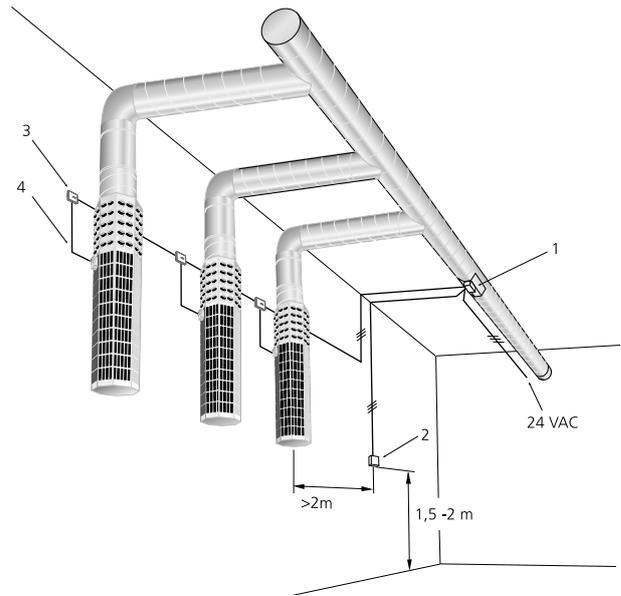

Figure 2. BOC avec VHC.
VHC. L'unité de commande VHC (1) change la marche des diffuseurs motorisés qui sont prévus pour le soufflage d'air chaud ou froid. Le paramètre déterminant est la différence de température entre l'air soufflé et l'air du local. Voir figure 2.
L'unité VHC est raccordée à une alimentation électrique 24 V a.c. conformément au schéma de raccordement, voir les figures 2 et 3.
Légende de la figure 2: